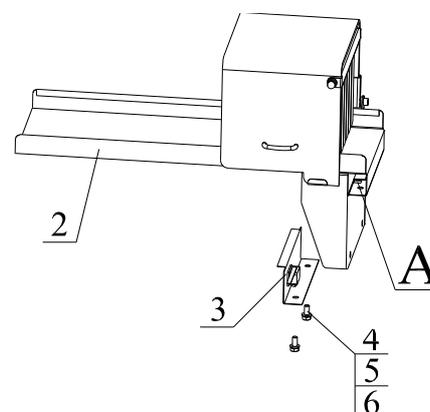
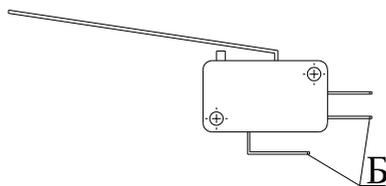

Рис.2
Рис.3
- Протянуть провод питания микро выключателя через паз А (рис.2) в платформе (ноз.2) и монтировать наконечники проводов на соответствующие клеммы Б (рис.3).